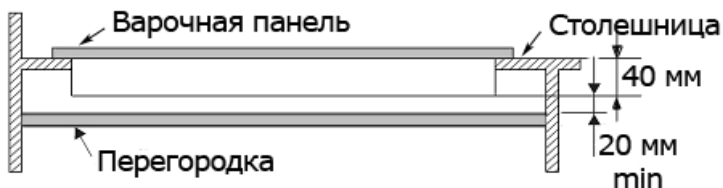

Рис. 7. Положение перегородки
7. Если под варочной панелью не устанавливается духовка, мы рекомендуем Вам установить под прибором перегородку, чтобы перекрыть доступ к нижней стороне варочной панели. Эта изолирующая перегородка должна располагаться на расстоянии не менее 20 мм от основания варочной панели (рис. 7). Перегородка VG 00 000-01 РЭ